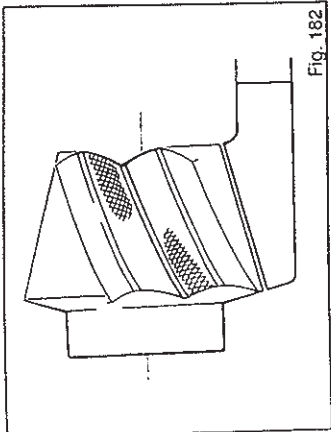

Fig. 182
- Si le jeu de denture est tel que sur la figure 182, il faut monter une cale plus mince.